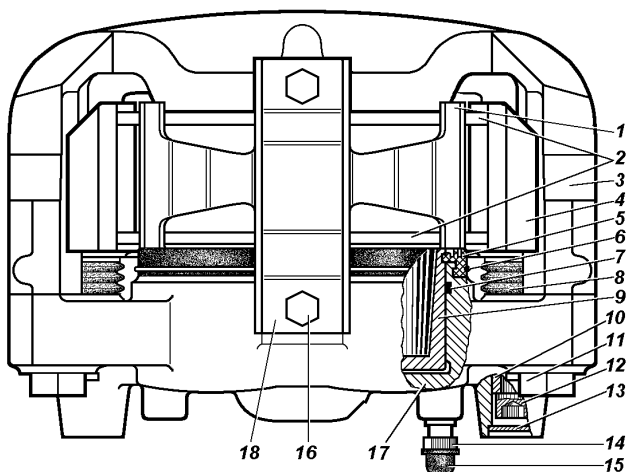

Рис. 9.38. Передние дисковые тормоза:
**Дисковый тормоз передних колес.** Для осмотра тормозных колодок 2 (рис. 9.38) установите автомобиль на горизонтальной площадке, затормозите стояночным тормозом и снимите колесо. Осмотр колодок проводите через окно в суппорте 4. Если фрикционные накладки изношены до толщины